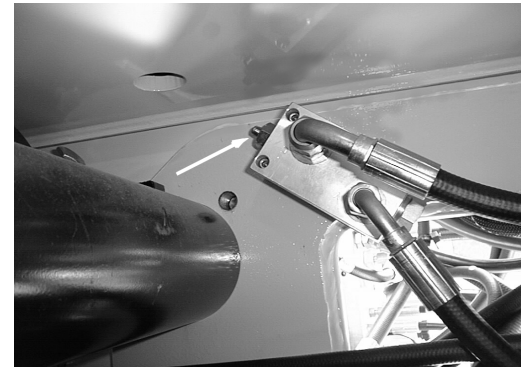

Figura 2-7. Interruptor limitador vertical de la pluma de torre
- a. Colocar la máquina sobre una superficie nivelada con el conjunto de pluma de torre en la posición de almacenamiento. Identificar el interruptor limitador vertical de la pluma de torre que está adyacente al cilindro elevador de torre en el extremo inferior (trazero) de la pluma de la base de la torre. Abrir el capó izquierdo y efectuar una revisión visual para verificar que el émbolo del interruptor limitador vertical de la pluma de torre esté completamente extendido. El émbolo se muestra completamente extendido en la Figura 2-7.